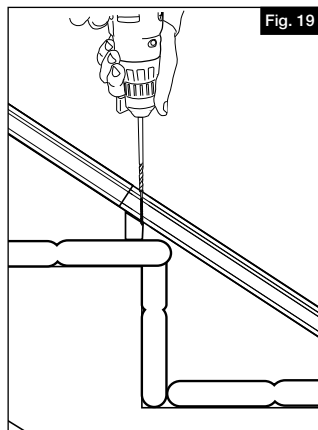

Fig. 19
- b. En utilisant un foret de 1/4 po (6 mm), percer un trou dans le profilé perpendiculairement à la surface du giron. Il est nécessaire de percer un trou dans le profilé de manière à ce que la vis soit positionnée sur le bord avant du support de la traverse inférieure pour éviter que le profilé ne se courbe lors de l'installation (Fig. 19). Fixer le support de traverse inférieure à l'aide de la vis fournie (composant L).